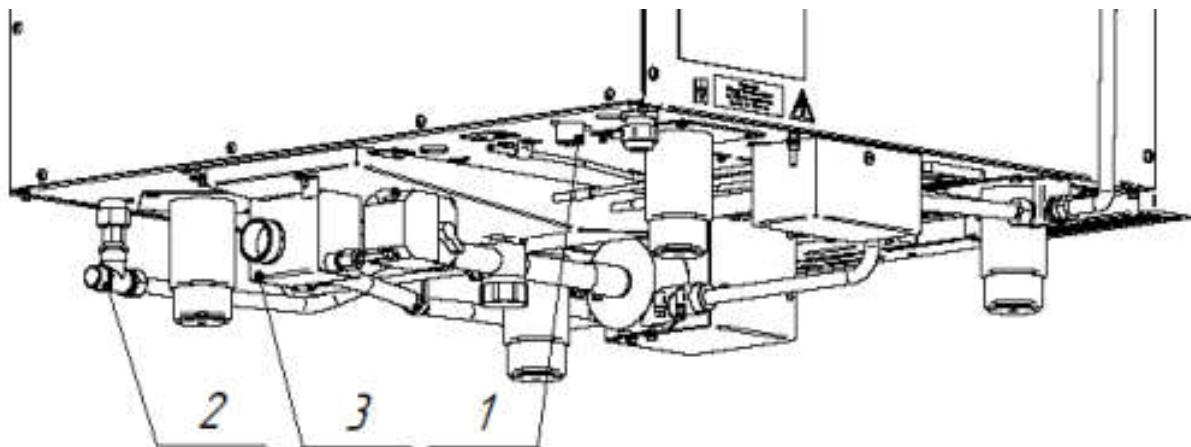

Рис. 4.1. Подключение к системе водоснабжения
- подача воды в духовку - G3/4 наружная резьба (см. рис.4.1 поз. 1). Подключение выполнить только через водоумягчительную установку (водородно-ионного обмена). Рекомендуется использовать фильтр BRITA PURITY C300 Quell ST.
- подача воды к душевому устройству и коробке охлаждения слива (допускается подключать к неподготовленной воде) - G1/2" наружная резьба (см. рис.4.1 поз. 2).
- используя шланг из комплекта поставки, подключить пароконвектомат к системе канализации (см. рис. 14). Шланг подключить через штуцер с резьбой G1 1/4" (рис.4.1 поз.3). Подключение к канализации выполнить с разрывом струи не менее 20мм от верха приемной воронки (СНиП 2.04.01-85 п. 17.11).